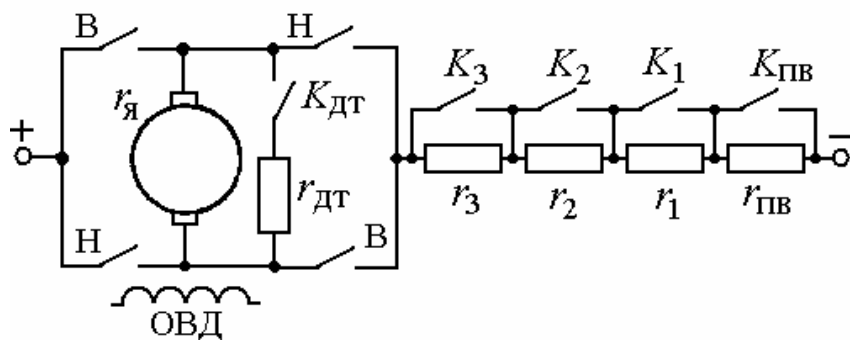
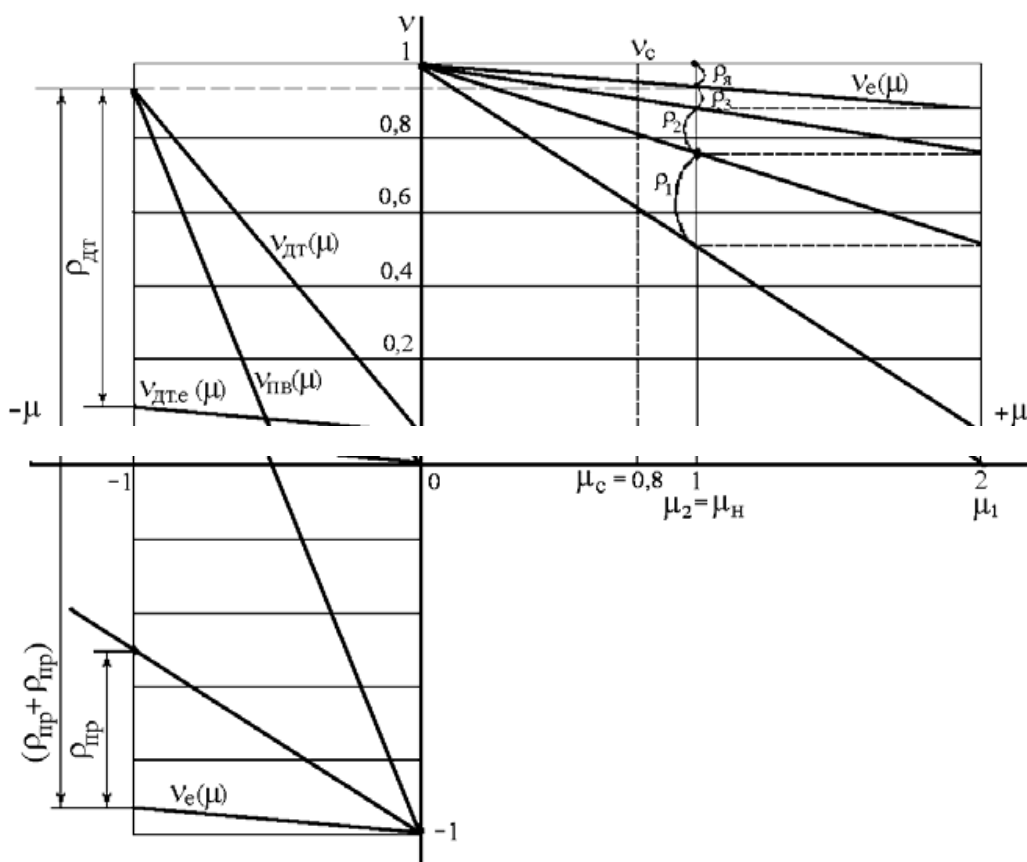

Рис.8. Схема электропривода с реостатно-релейным управлением
Рис.9. Механические пусковые и тормозные характеристики ДПТНВ
Задача 17. Для привода с двигателем постоянного тока независимого возбуждения (ДПТНВ) с реостатно-релейным управлением(рис.8) рассчитать величины ступеней пусковых сопротивлений. Номинальные значения паспортных величин двигателя: $P_n = 8,5 \text{ кВт}$; $U_n = 220 \text{ В}$; $I_n = 44 \text{ А}$; $\omega_n = 94 \text{ рад/с}$. Максимальный пиковый момент двигателя при пуске $\mu_1 = 2$. Относительные значения момента переключения ступеней пускового сопротивления $\mu_2 = 1$, статического момента нагрузки $\mu_c = 0,8$.
2. Найти число ступеней пуска m и построить характеристики реостатного пуска (рис.9).
Задача 18. Для привода постоянного тока с реостатно-релейным управлением (см. рис.8) рассчитать ступень сопротивления для торможения противовключением и для динамического торможения. Характеристики приведены на рис.9. Номинальные значения параметров двигателя: $P_n = 8,5 \text{ кВт}$; $U_n = 220 \text{ В}$; $I_n = 44 \text{ А}$; $r_{я} = 0,3 \text{ Ом}$; $\omega_0 = 100 \text{ рад/с}$; $\omega_n = 94 \text{ рад/с}$. Двигатель переключается в тормозной режим потивовключения или динамического торможения при $\mu_c = 1$ и $v = v_n$. Максимальный тормозной момент припереключении $\mu_T = 1$. Пусковые характеристики рассчитаны для максимального значения момента при пуске с $\mu = 2$.